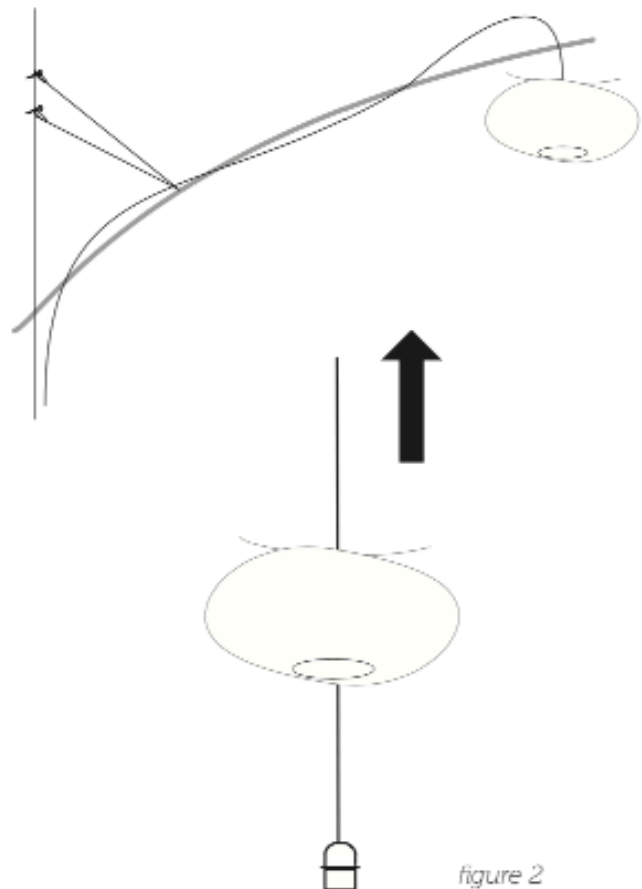

figure 2
- Placer l'ampoule. Laisser redescendre l'abat jour. (voir figure 2).
(See figure 2.)